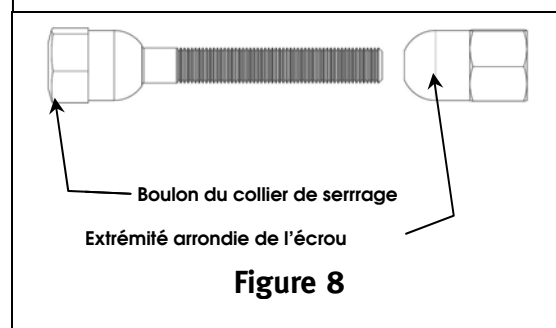

Figure 8
3. Insérer le boulon dans les extrémités du collier de serrage et visser l'écrou sur le boulon en orientant l'extrémité arrondie de l'écrou (figure 8) vers les extrémités du collier de serrage.